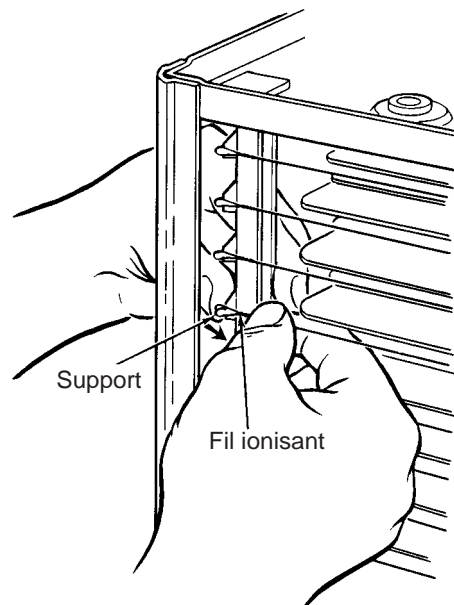

Figure 23
Pour vérifier le module d'alimentation, on peut mettre le détecteur de débit d'air hors circuit. Cela permet de mettre le module d'alimentation sous tension sans que de l'air circule sur le thermistor détecteur (voir la figure 23).
4. Placer le doigt sur l'autre support (figure 23) et tenir le fil ionisant entre le pouce et l'index ou avec une pince à long bec. Appuyer sur le support à ressort. Accrocher le bout du fil sur la petite patte au bout du support, puis relâcher. S'assurer que le fil est retenu solidement aux deux extrémités.